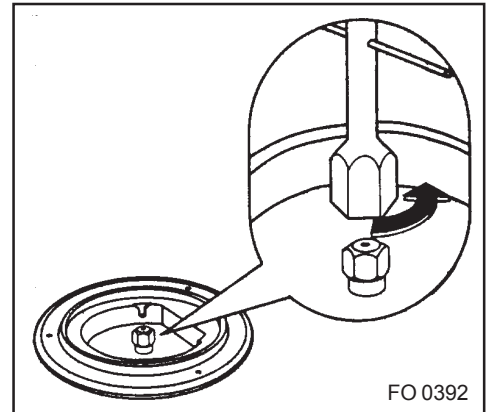

Fig. 26
3. Con una chiave a tubo da 7 svitare e togliete gli ugelli (Fig. 26) sostituendoli con quelli corrispondenti al tipo di gas di funzionamento (vedi tabella "Caratteristiche dei bruciatori").